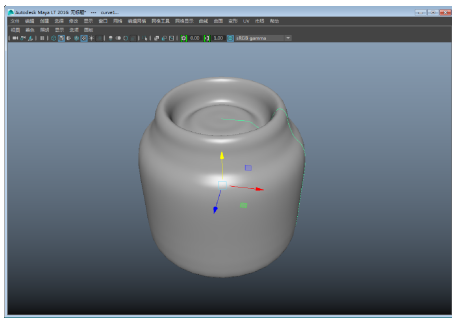

图 3-151 调整放样形状
- 9 然后，在【透视图】中沿 Y 轴调整一下曲线的位置，此时曲线的位置将影响放样曲面的形状，如图 3-151 所示。